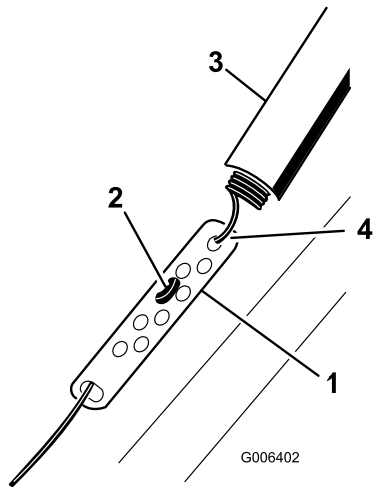

Figure 26
1. Remontez la protection du ressort et décrochez le ressort de la biellette de réglage (Figure 26).
2. Accrochez le raccord en Z à un trou plus haut ou plus bas sur la biellette de réglage de manière à obtenir un écart de 2 à 3 mm (1/16 à 1/8") entre la barre de commande et le guidon (Figure 26).